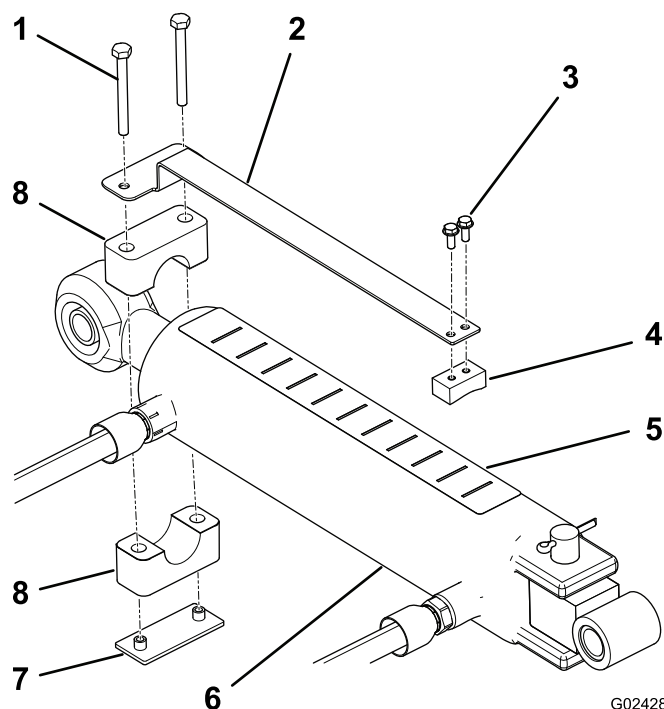

Figura 1
3. Monte o medidor de profundidade no lado plano do bloco de deslocamento com dois parafusos n.º 10 x 1/2 pol., posicionando os componentes como se mostra em Figura 1.
4. Utilizando a braçadeira de tubo, placa soldada e dois parafusos de 1/4 x 2-1/2 pol., monte, sem apertar, o medidor de profundidade na extremidade da barra do cilindro da articulação superior (Figura 1). Certifique-se
6. Coloque o autocolante de profundidade na parte superior do cilindro num local que seja visível ao operador e que não interfira com os tubos hidráulicos ou outras obstruções (Figura 1). A extremidade do autocolante com a letra “J” deve ser posicionada virada para o arejador.